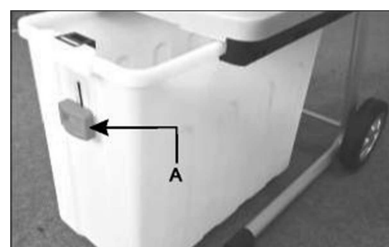

Fig. 2
1. Appuyez sur le bouton de verrouillage (A), puis insérez la boîte de collecte dans le châssis. (Fig. 2)